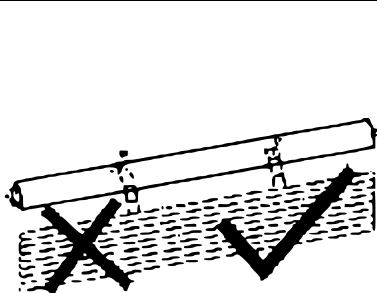

Fig. 6
- Nel collegamento tra l'albero e la tapparella, assicurarsi che le molle di sospensione non siano troppo lunghe (Fig. 6).